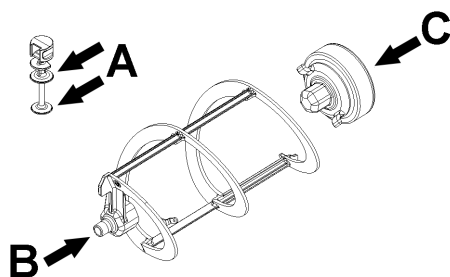
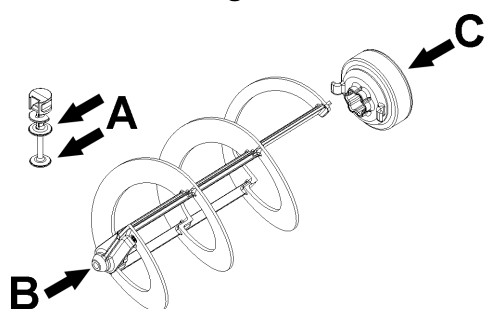

figura 9
figura 10
- 2 Lubrificare il pistone rubinetto, il giunto esagonale ed il mescolatore nei punti indicati in figura 9 (NG6) o figura 10 (NG10) utilizzando esclusivamente il grasso in dotazione con la macchina o altro **grassi per uso alimentare**.
- 3 Rimontare il rubinetto sul contenitore con sequenza inversa rispetto a quella di figura 9 e 10.